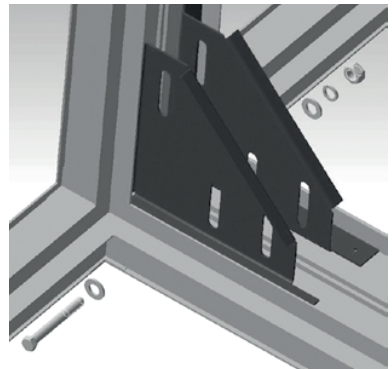

Рис. 6 Крепление секций при помощи внутренних уголков
- соединить секции при помощи предустановленных внутренних соединительных уголков. Под головку болта и гайку подкладываем шайбы (рис. 6)
5. Соединение всех секций в серии EnergoAir производится при помощи внутренних соединительных уголков и наружных межсекционных стяжек. Болтами М10х70 (входят в комплект поставки) соединить секции при помощи предустановленных внутренних соединительных уголков. Под головку болта и гайку подкладываем шайбы (рис. 6)